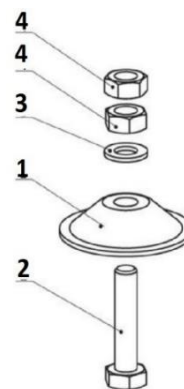

Fig. 2d;
*În cazurile în care tocurile reglabile sunt unele compozite, le puteți asambla după modul descris (fig. 2d):